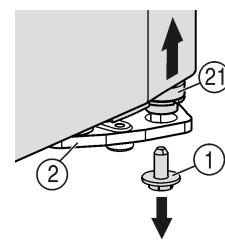
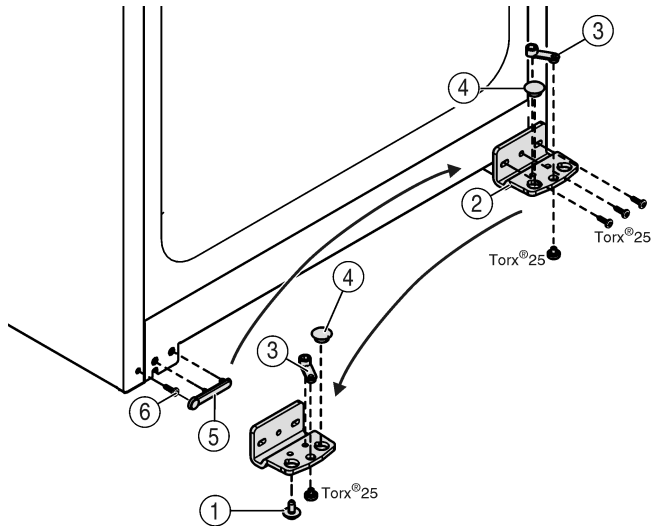

Fig. 5
Fig. 6
- ▶ Долу вдясно на лагерната стойка отвийте осигурителния винт Fig. 5 (1).
- ▶ Лагерният болт Fig. 5 (21) се освобождава от лагерната стойка Fig. 6 (2).
- ▶ Ако лагерният болт Fig. 5 (21) не се освободи, избутайте болта отдолу.
- ▶ Свалете лагерната стойка Fig. 6 (2).
- ▶ Развийте лагерния детайл Fig. 6 (3) и поставете в срещуположния поемащ отвор на лагерната опора, завийте отново.
- ▶ Извадете тапите Fig. 6 (4) от лагерната опора и ги преместете в срещуположния поемащ отвор на лагерната опора.
- ▶ Внимателно повдигнете покритието Fig. 6 (5) откъм дръжката.
- ▶ Развийте винта Fig. 6 (6) и го завинтете от другата страна.
- ▶ Поставете отново капака Fig. 6 (5).
- ▶ Завийте отново **здрово (с 4 Nm)** лагерната стойка Fig. 6 (2) от новата страна на шарнира, при нужда с помощта на акумулаторна отвертка.
- ▶ Завийте осигурителния винт Fig. 5 (1) долу в лагерния болт и го затегнете (**с 4 Nm**).